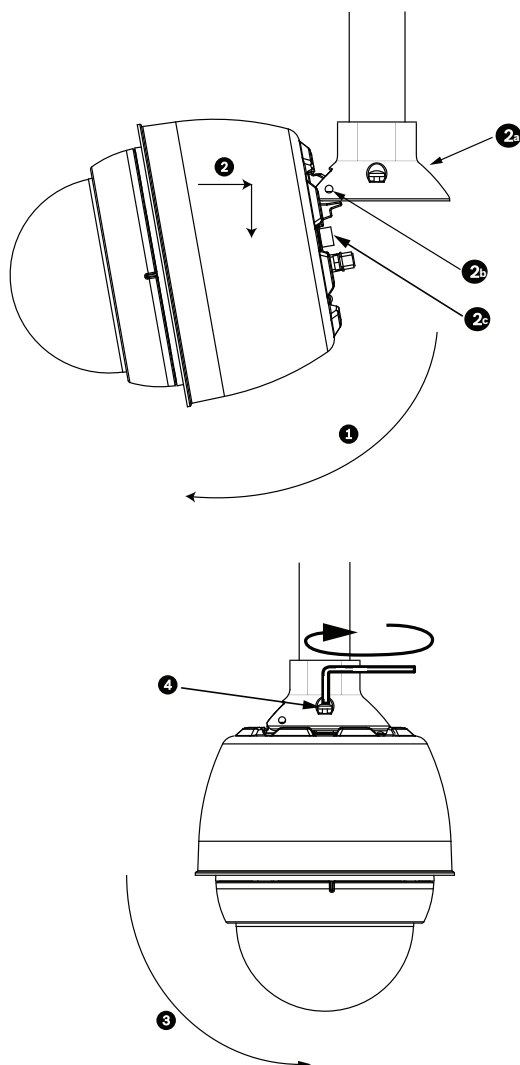

Figure 3.13 Fixation de la tête sur le support de montage parapet ou sur tube
7. Serrez les trois (3) boulons hexagonaux en inox de 10 mm sur le support afin de bloquer le bras du parapet en place. Voir *Figure 3.13, Page 50* pour l'illustration correspondante.